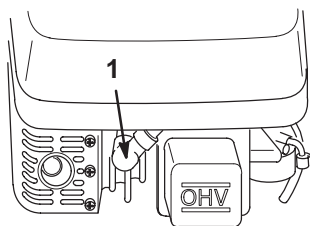

Figure 7
1. Branchez la bougie (Fig. 7).